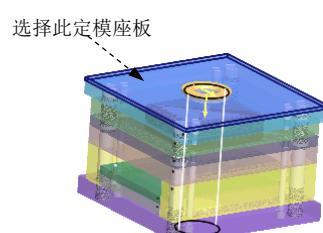

图 31.59 定义去除材料对象
Step4. 设置深度选项。在操控板中选取深度类型 （直到最后）。单击操控板中的 **相交** 按钮，在“相交”界面中取消选中 自动更新 复选框，并移除所有相交的模型，然后选择图 31.59 所示的定模座板为去除材料对象；在“拉伸”操控板中单击 按钮，完成特征的创建。